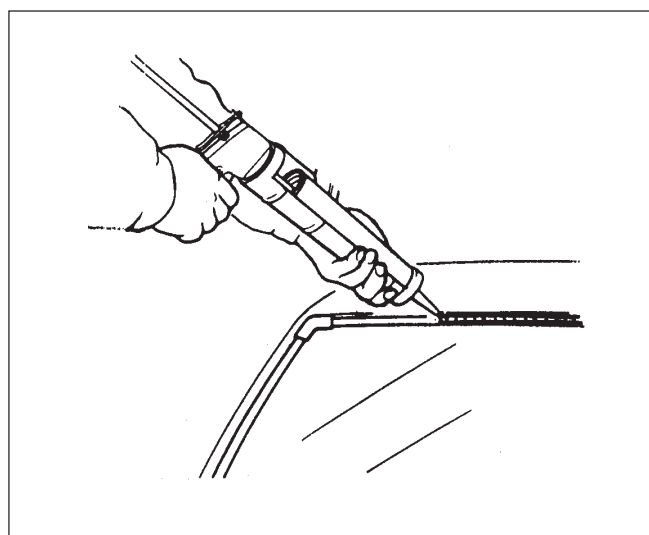

Fig. 8 Aplicarea adezivului
- 3) Se aplică adeziv uretanic pe caroserie în picături de 5mm (fig. 8).